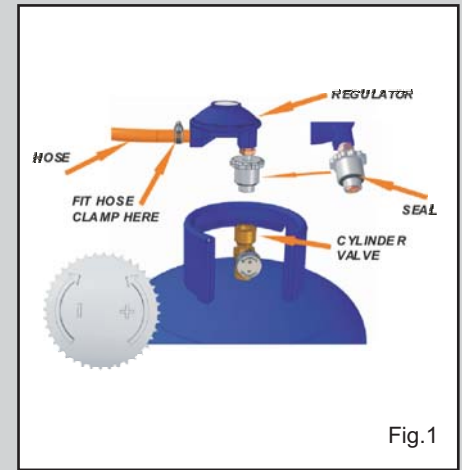

Fig.1
- Le tuyau et le joint du régulateur doivent être contrôlés afin de détecter toutes traces d'usure ou dommages avant chaque utilisation et avant de raccorder l'appareil à la cartouche de gaz (voir fig. 1).
- Procédez à cette vérification à chaque fois que vous montez l'appareil à une cartouche de gaz (voir fig. 1).